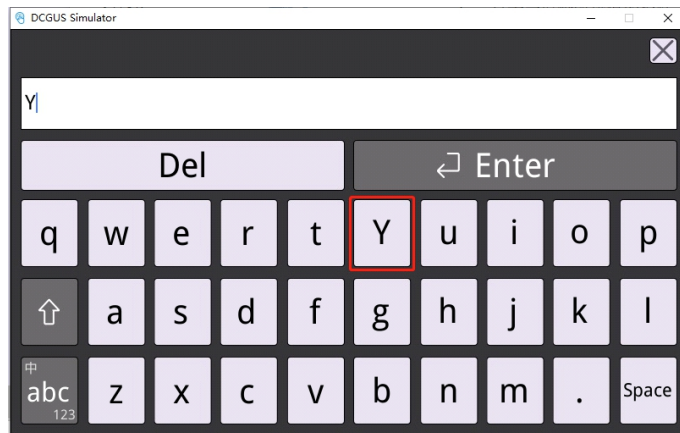

图 15-5 运行测试
2. 点击菜单栏中【编译运行】按钮运行工程测试，效果如图 15-5 所示：